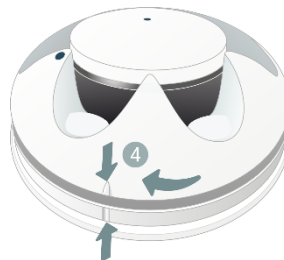

Рисунок 9.2 – Закрытие корпуса датчика
Закройте корпус датчика, совместив метки на крышке корпуса и кронштейне крепления к потолку. Поверните крышку по часовой стрелке, чтобы закрепить датчик (см. рисунок 9.2).
- 4) Закрепите датчик на кронштейне крепления к потолку (см. рисунок 9.2)
- 7) Закрепите датчик на кронштейне крепления к потолку (см. рисунок 9.2)